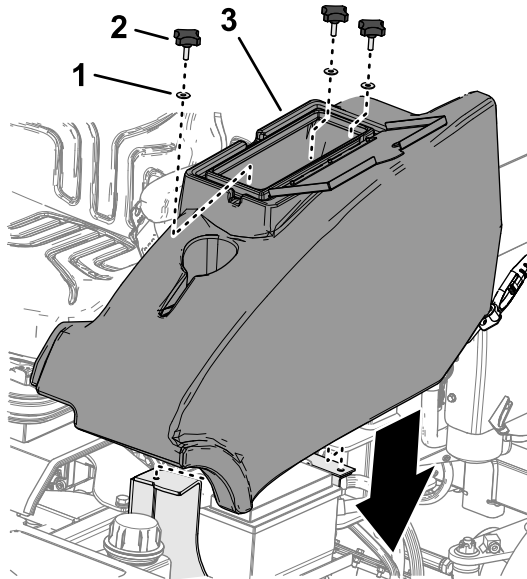

Figura 46
2. Monte el compartimento de almacenamiento en la máquina con los 3 pomos y las 3 arandelas (Figura 46).